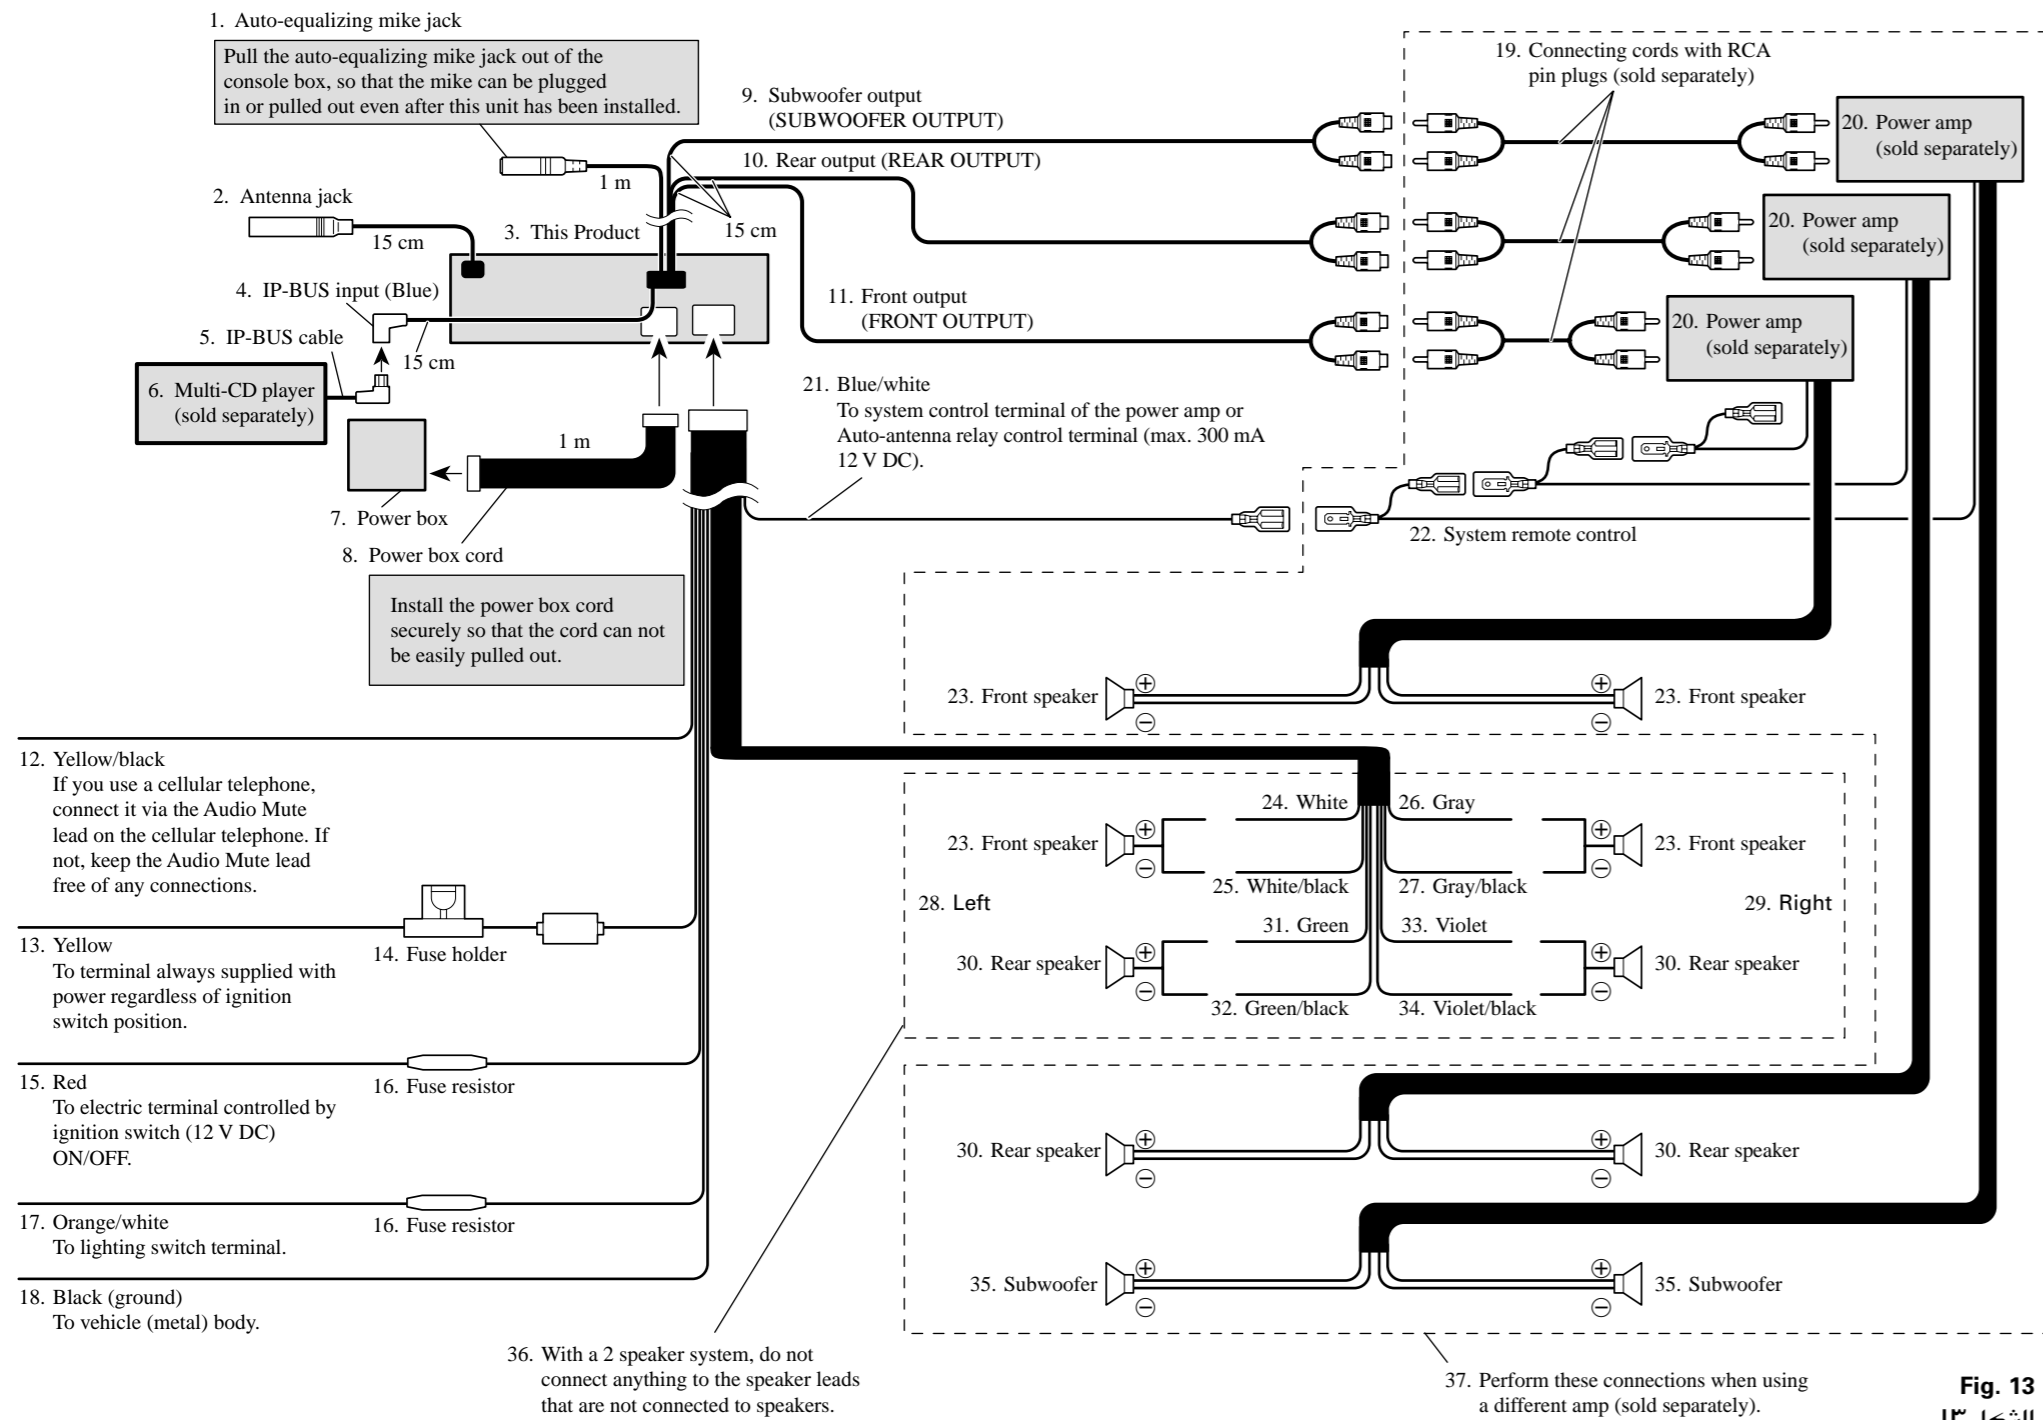

Fig. 13
**Connection Diagram (Fig. 13)**
**Diagrama de conexión (Fig. 13)**